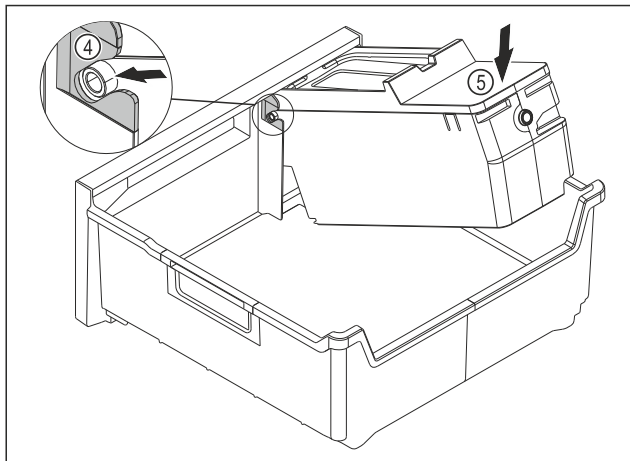

Fig. 149
- EasyTwist-Ice'i korpuse monteerimine: Lükake EasyTwist-Ice'i korpus juhikutesse Fig. 149 (4).
- Vajutage EasyTwist-Ice'i korpust Fig. 149 (5) taga alla-poolle.